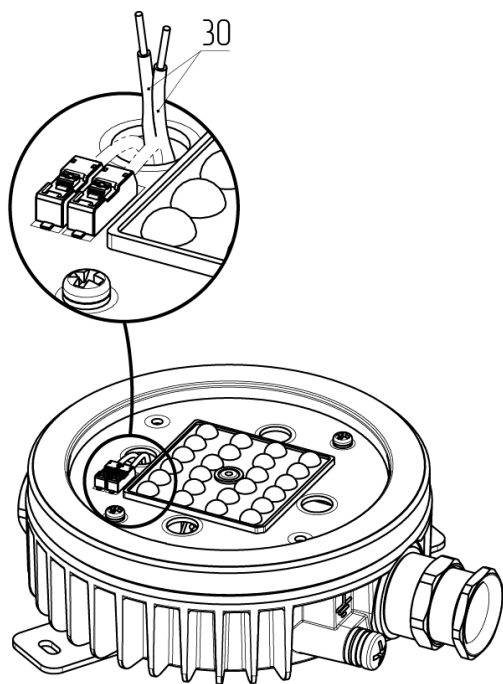

Рис. 9
4.2.3 – Отсоединить провода 30 источника питания 12 от клеммных колодок 31 светодиодного модуля 9 (см. рис. 9).